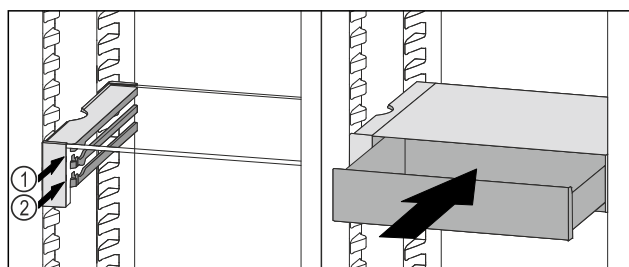

Fig. 214
- Nasadte zásuvku VarioSafe za zarážky na požadovaném žebro Fig. 214 (1) nebo Fig. 214 (2).